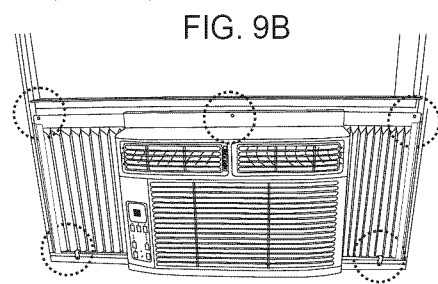

FIG. 9B
**NOTA:** Para evitar que el antepecho se resquebraje, taladre unos agujeros guía de 1/8" (3mm) antes de atornillar. Ajuste los tornillos de bloqueo de 1/2" (12.7 mm) a través de las placas en la hoja de la ventana (FIG. 9B).
Ajuste los tornillos de bloqueo de 1/2" (12.7 mm) a través de las placas del marco y en el antepecho (FIG. 9B).
(FIG. 9B). **NOTA:** Antes de ajustar los tornillos, taladre 5 agujeros a través de las placas y extensiones para el marco, sobre la hoja y el marco de la ventana como se muestra (FIG. 9B).